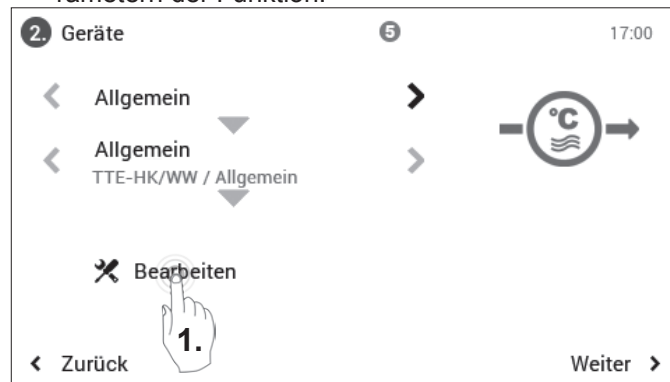

Bild 15
1. Über «Bearbeiten» (Bild 15) gelangt man zu den Parametern der Funktion.